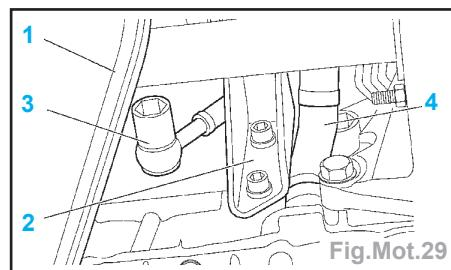

Fig.Mot.29
- le conduit de suralimentation sortie turbocompresseur (1) (Fig.Mot.29).
- Déposer le support inférieur de turbocompresseur (2).